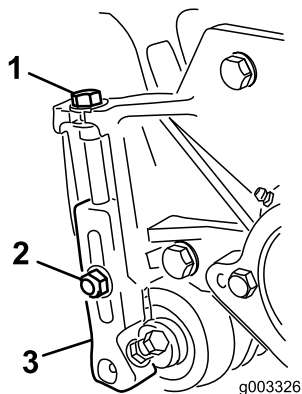

図 16
1. 刈り高アームをカッティングユニットのサイドプレートに固定しているロックナットをゆるめる図 16。